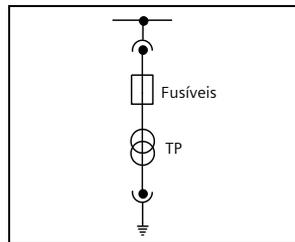

Fig. 10
1.2.7.3 Painel de medição (Fig. 10)